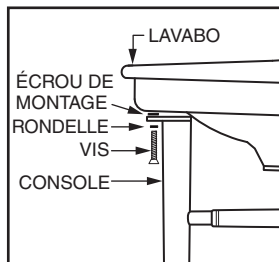

FIGURE 2
- Insérez les écrous de montage en caoutchouc dans le trou de fixation de la face inférieure du lavabo. **Fig. 2.**
- Fixez la console au lavabo fermement en insérant des vis et des rondelles à travers le support de fixation des pieds avant et dans les écrous de montage de la face intérieure du lavabo. **Fig. 2.**